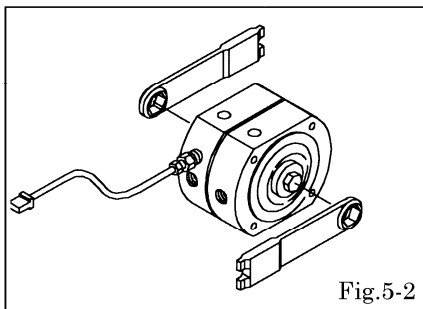

Fig.5-2
- ・①六角穴付きキャップリムーバー（専用工具：部品番号 771132）を使用してセンターディスクを取り外す。〔Fig.5-2〕